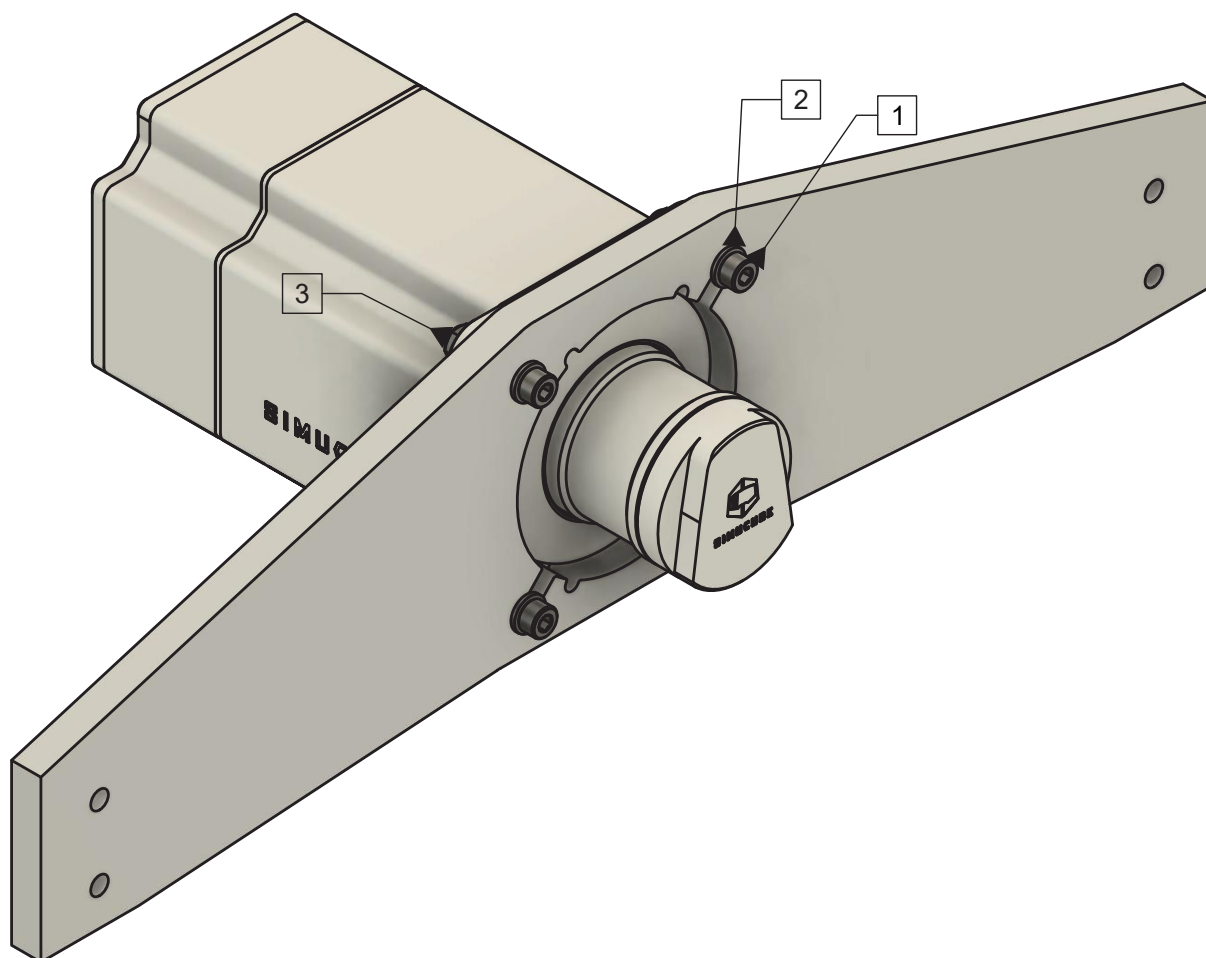

Figure 4 Montage du Simucube 2 sur le support de montage avant d'un simulateur.
Le Simucube 2 peut être monté par le biais d'un support de montage avant disponible sur de nombreux simulateurs, comme illustré à la figure 4.
Montez le Simucube 2 tel qu'illustré à la figure 4. Les modèles Sport et Pro sont montés à l'aide de boulons M8 de 30 mm avec un pas de filetage de 1,25 mm (1) et de rondelles plates M8 (2). Le Simucube 2 Ultimate est monté à travers la bride du moteur à l'aide de boulons M8 de 40 mm (1), de rondelles plates M8 (2) et de contre-écrous M8 (3).